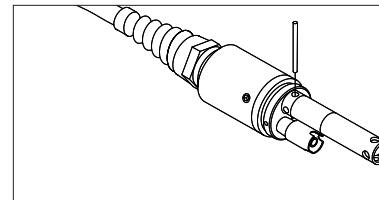

Abbildung 4. Installationswerkzeug zum Festdrehen der Edelstahl-Haltemutter des Leitfähigkeits-/Temperatursensors 5560.
6. Wenn die Mutter vollständig installiert ist, sitzt sie flach an der Schottverschraubung. Benutzen Sie nun das Werkzeug, das dem Sensor beilieg, um die Mutter eine weitere viertel bis halbe Umdrehung zu drehen, damit sie sich nicht löst (Abbildung 4). NICHT zu fest anziehen.